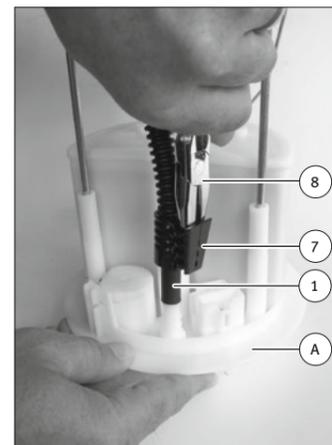

Abb. 6/ Fig. 6/ Puc. 6/ 图6
- 借助装配辅助工具 (7) 和合适的半圆头钳 (8) (如有需要) 将燃油软管 (1) 推到法兰盖内的软管接头上, 直至限位位置 (图 6)。